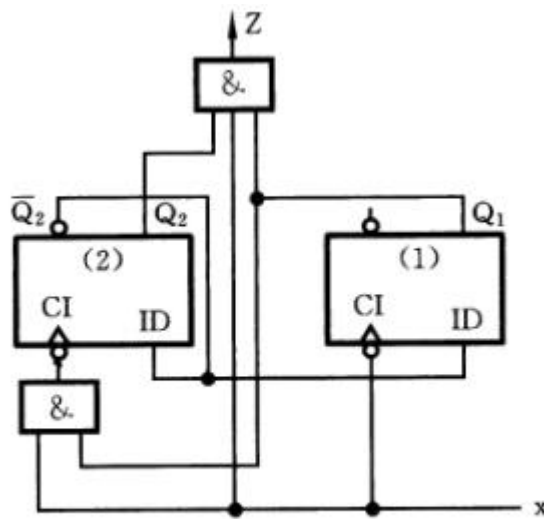

图 6.36 逻辑电路
- 请在Logisim上实现习题6.1的电路（图6.36），并验证该电路的功能。
6.1 分析图 6.36 所示脉冲异步时序逻辑电路。